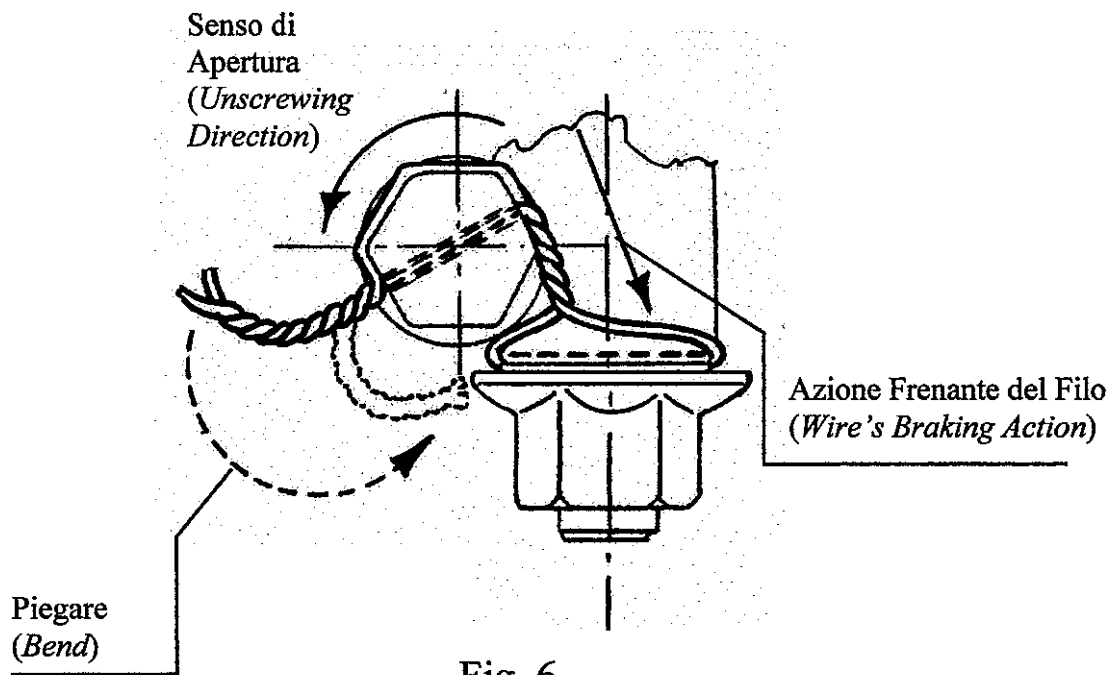

Fig. 6
d.4) Riunire gli estremi liberi del filo di frenatura ed attorcigliarli per il resto della lunghezza, in modo da ottenere da un minimo di 4. ad un massimo di 6/7 avvolgimenti (vedi fig. 6);
d.5) Piegare l'estremità libera della frenatura attorno alla testa della vite forata (come indicato in fig.6), in modo da evitare sporgenze dannose;
d.4) Join the two free ends of the safety lock wire and twist them for the remaining length, in order to have a minimum of 4 up to a maximum of 6/7 turns (see fig. 6);